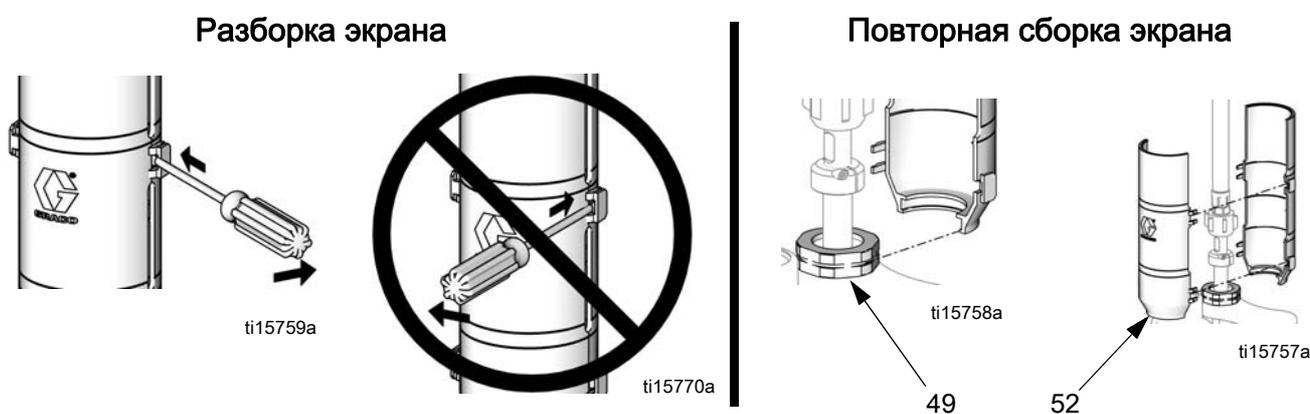

Рис. 2. Разборка и повторная сборка экранов
См. Рис. 2. Снимите 2-компонентный экран (52), установив гайковерт прямо в паз и используя его в качестве рычага для размыкания контакта. Повторите процедуру для всех контактов. **Не** используйте гайковерт, чтобы поддеть экраны.